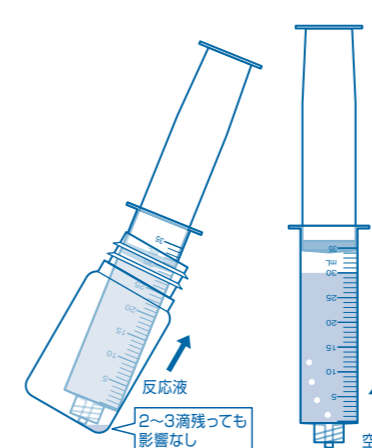

図5
⑤30mLシリンジに④の反応液を全量吸い込み、さらに空気を5mL程度吸い込みます。(図5)